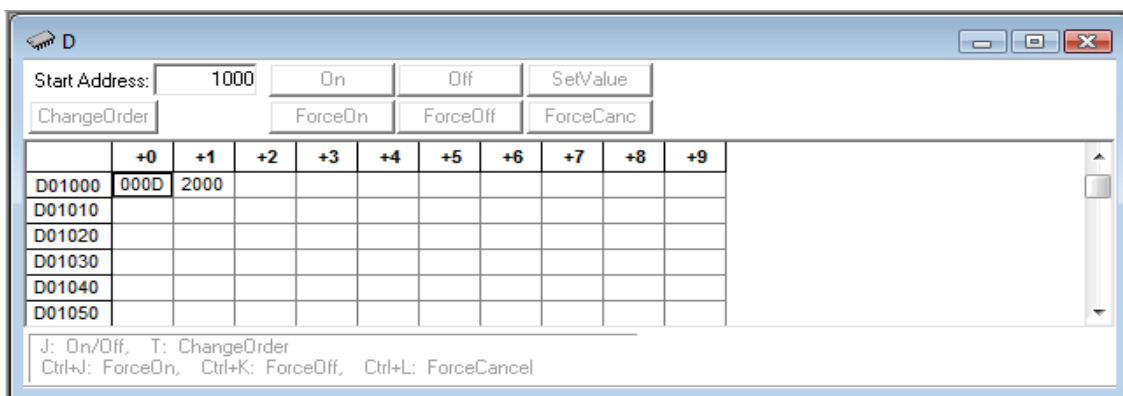
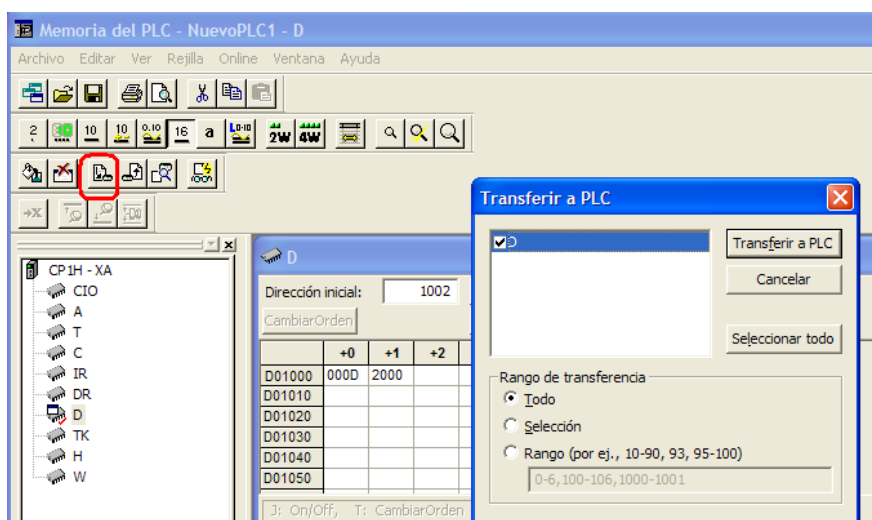

Figura 15. Palabra de control para el checksum.
Figura 16. Transferir memoria D al PLC.
14. Ahora configure la palabra de control para el checksum a partir del DM1000 (Visualización en Hexadecimal) como se muestra en la Figura 15, coloque al PLC en modo on line y descargue la memoria al PLC como se muestra en la Figura 16.